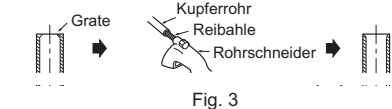

Fig. 3
- Achten Sie bitte beim Anschließen des Ablaufschlauchs an das Hart-PVC-Rohr darauf, den Schlauch fest und sicher in das Rohr einzusetzen. (Fig. 3)
- Bringen Sie die Ablasskappe in dem Bereich an der Rückseite des Innengeräts an, an dem der Ablaufschlauch angeschlossen werden soll. (Fig. 3)
- Entfernen Sie sorgfältig alle Grate vom abgeschnittenen Rohrquerschnitt. (Fig. 3)